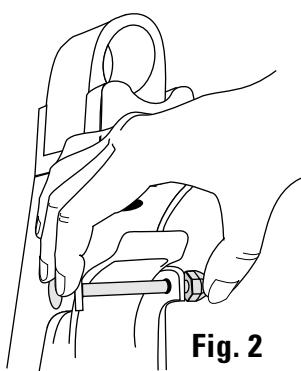

Fig. 2
4. Replace the cut rivets with the rivets supplied in this kit. To secure the rivets, push a Pal Nut onto the small end pushing FIRMLY to seat it. (Fig.2)
4. Remplacer le rivet coupé à l'aide de l'un des rivets joints à l'ensemble. Pour bloquer le rivet en place, enfoncez un des capuchons Pal Nut sur le bout du rivet. Appuyer FERMEMENT (fig. 2).